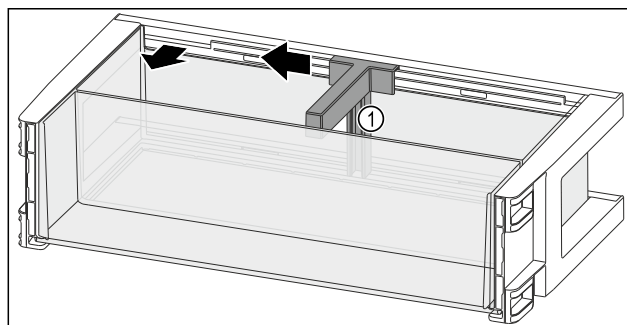

Fig. 92
- ▶ Držák lahví Fig. 92 (1) posuňte na stranu až k vybrání.
- ▶ Držák lahví Fig. 92 (1) odeberte.